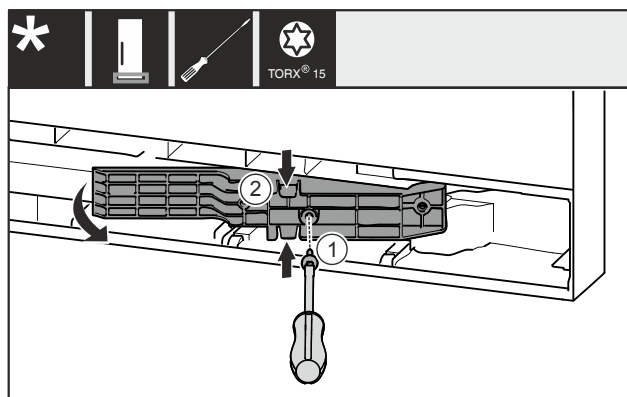

Fig. 12 \*
- ▶ Wyciągnąć śrubę Fig. 12 (1)\*
- ▶ Ścisnąć lekko element adaptera Fig. 12 (2) u góry i na dole i wyciągnąć do przodu.\*